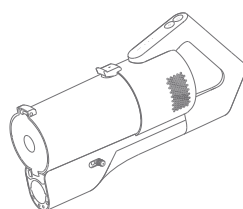

Figura 2.
4. Procedere sopra il cestino dei rifiuti come indicato nella Figura 1. Il coperchio inferiore del contenitore per la polvere ruota e si apre come illustrato nella Figura 2. Svuotare il contenitore per la polvere. Chiudere quindi il coperchio inferiore del contenitore per la polvere come indicato dalla freccia e illustrato nella Figura 2.
① Spingere come indicato dalla freccia
② Premere verso il basso come indicato dalla freccia